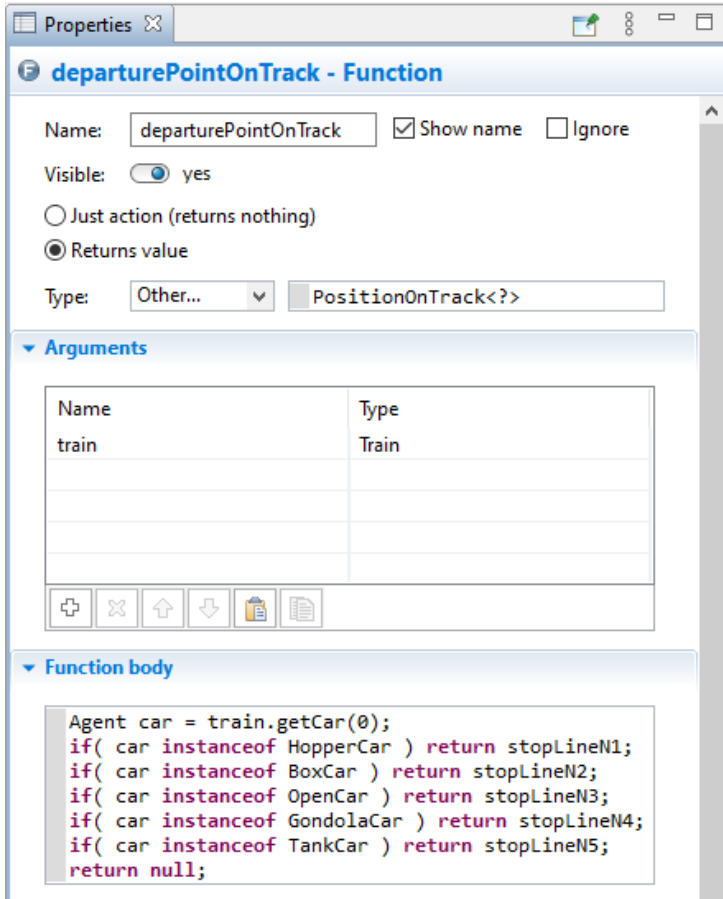

Рисунок 2.54 – Створення функції визначатиме колію призначення
- Внесіть у властивості зміни, що вказані на рис. 2.54.